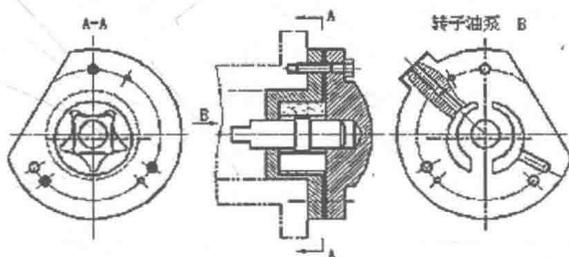

图 1-9 单独表示画法
- 单独表达某个零件的画法: 在装配图中, 当某个零件的主要结构在其他视图中未能表示清楚, 而该零件的形状对部件的工作原理和装配关系的理解起着十分重要的作用时, 可单独画出该零件的某一视图。如图 1-9 所示为转子油泵的 B 向视图。